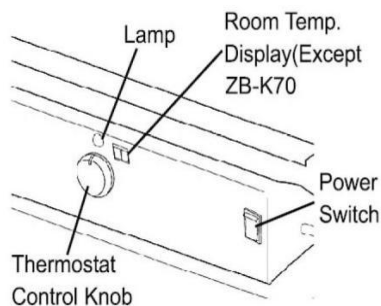

Fig . 5 . Panneau de contrôle pour tout modèles
4. Tournez le bouton de réglage du thermostat jusqu'à la température souhaitée. La plage de réglage est de 4 °C à 43 °C. Mettez l'interrupteur d'alimentation sur la position « MARCHE » (Fig . 5). Le voyant d'alimentation et l'affichage de la température ambiante (DG - K100 uniquement) s'allumeront, et le chauffage se mettra en marche.